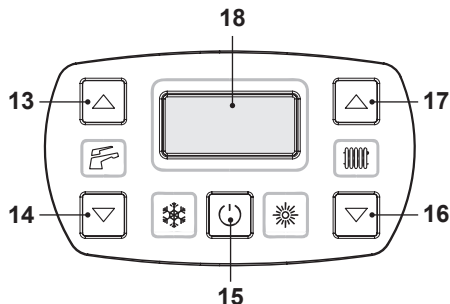
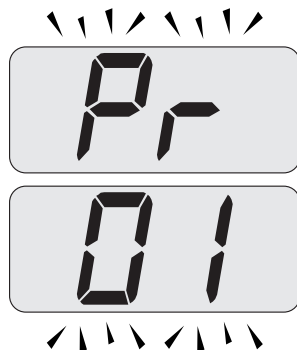
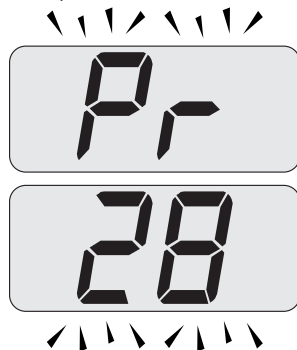
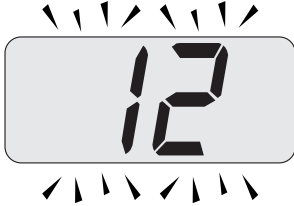

Figura 9.1
Figura 9.2
Figura 9.3
Figura 9.4
- Entrare in "modalità programmazione" premendo contemporaneamente per 10 secondi i tasti 15 - 16 - 17 (Figura 9.1) fino a far apparire sul display LCD le lettere **Pr** che si alternano con il codice **01**, indicanti l'entrata nel "parametro 01" (Figura 9.2).
- Scorrere i vari parametri utilizzando i tasti 16 o 17 fino a far apparire sul display LCD le lettere **Pr** che si alternano con il codice **28**, indicanti l'entrata nel "parametro 28" (Figura 9.3).
e 17 (Figura 9.1) fino a far apparire sul display LCD il valore del parametro 28 (es. 12 valore di default) (Figura 9.4).
- Premendo il tasto 15 (Figura 9.1) si ottiene la conferma del valore inserito.
- Premendo contemporaneamente i tasti 15 e 16 (Figura 9.1) si esce senza modificare il valore (ritorno alla lista parametri Figura 9.3).
- Premendo contemporaneamente per 10 secondi i tasti 15 - 16 - 17 (Figura 9.1) si esce dalla "modalità programmazione".